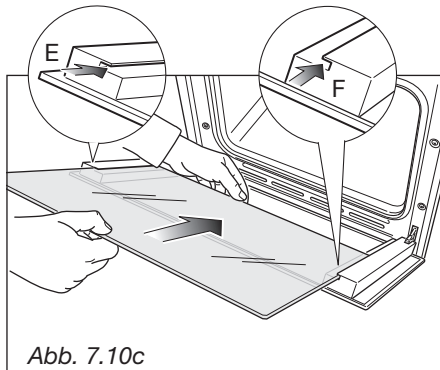
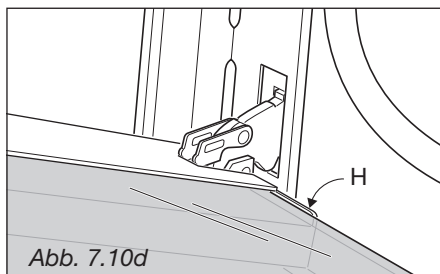

Abb. 7.10c
Abb. 7.10d
- Fügen Sie das Glassegment in den linken **E** und rechten **F** (Abb. 7.10c) Führungsschlitz bis zum Haltewinkel **H** ein (Abb. 7.10d).